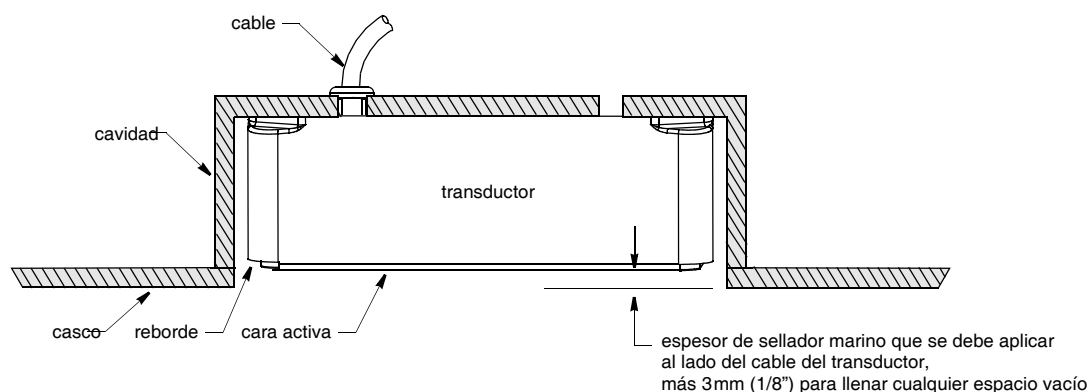

Figura 2. Colocación en seco
3. Desde fuera del casco, pase el cable del transductor a través del orificio de la cavidad de montaje (Figura 2). Empuje el transductor al interior de la cavidad tan al fondo como sea posible.
1. Para asegurarse de que el sellador marino se adhiera correctamente, lije la zona alrededor del orificio, por dentro y por fuera del casco. En el transductor, lije todas las superficies que estarán en contacto con el casco. Lije el reborde del transductor (Figura 2). *No lije la cara activa.* Elimine todo el polvo con un trapo antipolvo. *No utilice alcohol en el transductor.*